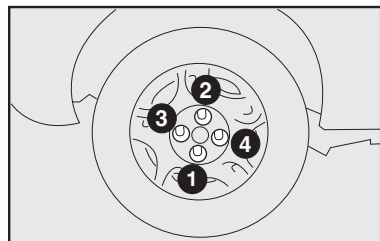

fig. 23
12) Apertar bem os parafusos, passando alternadamente de um parafuso ao outro diagonalmente oposto, de acordo com a ordem ilustrada no **fig. 23**.